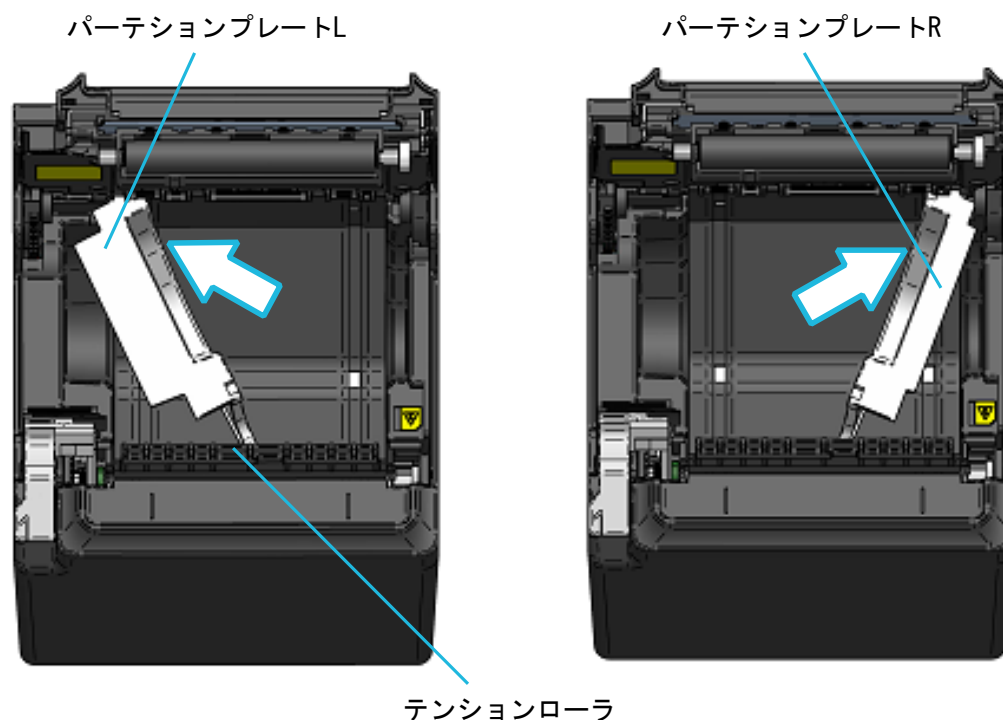

図 14-1 パーテションプレートの取り付け (1)
- ① プリンタの電源がオフになっていることを確認してください。
- ② リリースレバーを操作し、ペーパーカバーを開けてください。
- ③ 付属のパーテションプレートL、パーテションプレートRを、図 14-1のように斜めにしてペーパーホルダ内に入れてください。